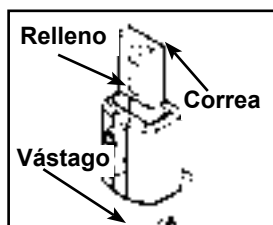

Figura 11A
- D. Verificar que la correa y el relleno estén instalados correctamente, según lo demostrado en Figura 11A.